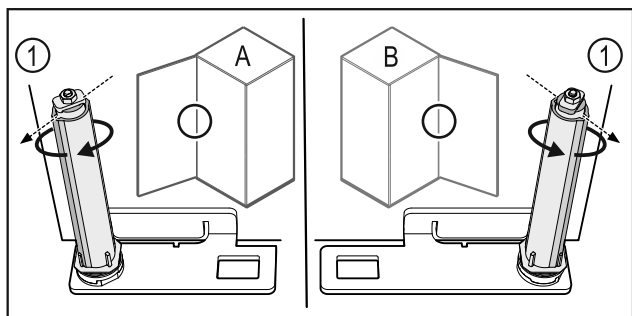

Fig. 61 Venstreanslag (A) / Højreanslag (B)
- ▶ Drej lukkesystemet mod modstanden, indtil lukkesystemets forbindelsesdel Fig. 61 (1) peger udad.